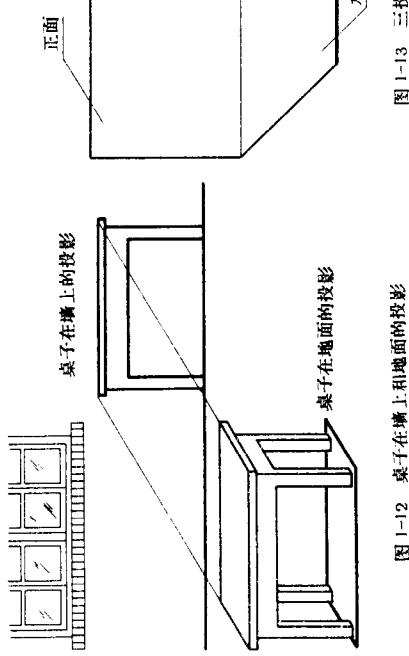

图 1-12 桌子在墙上和地面上的投影
- ① 一般的墙面和地面、相邻的两墙面，都成 90° 角，是垂直的。把这两个投影按一定的位置画出来，成了桌子的两个视图，如图 1-12，就能把桌子的形状和大小准确地表示出来了。